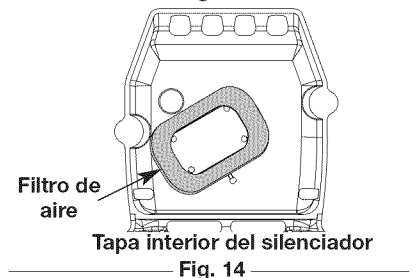

Fig. 14
2. Gire la tapa y ubique el filtro de aire adentro. Saque el filtro de aire de adentro de la tapa del filtro de aire / silenciador (Fig. 14).
6. Cambie el filtro de aire dentro de la tapa del filtro de aire / silenciador (Fig. 14).